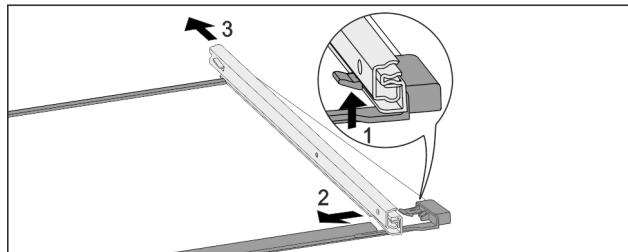

Fig. 157 Стеклянная пластина с направляющими
- Отожмите передний стопорный крючок вверх. Fig. 157 (1)
- Сдвиньте выдвижную направляющую в сторону Fig. 157 (2) и назад Fig. 157 (3).